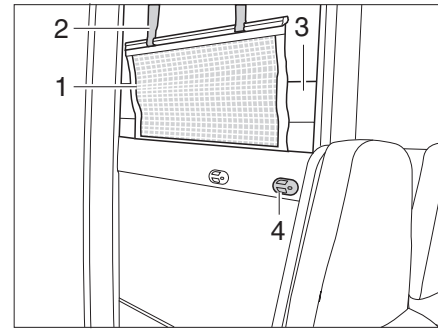

Fig. 101 Litera (lado)
- Tomar el colchón (Fig. 101,3) de la cama superior y colocarlo en la cama inferior.
- Enganchar la escalera de ascenso con los largueros en el soporte (Fig. 101,4) en el panel.
La red de seguridad (Fig. 101,1) viene de serie entre el colchón y el somier. Tender la red de seguridad cuando las personas ya se encuentren en la cama.
- Engatillar las cintas de sujeción (Fig. 101,2) en los soportes en el techo.